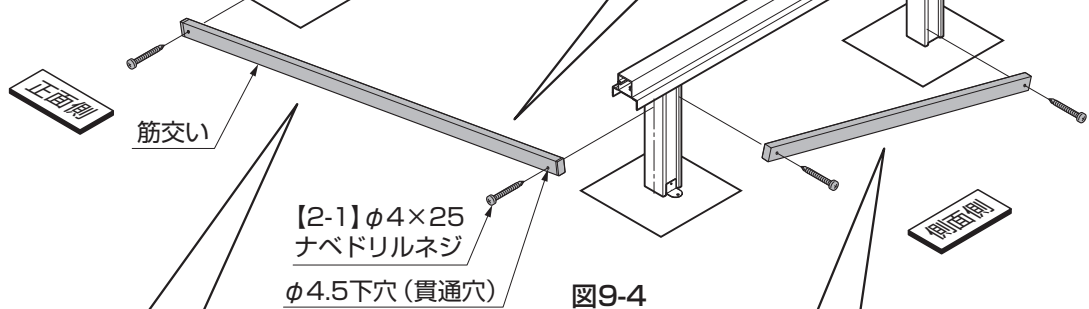

図9-4
- ③筋交いにφ4.5の穴をあけてください。(図9-4参照)
- ④筋交いをリードデッキ束柱に【2-1】で固定してください。(図9-4参照)